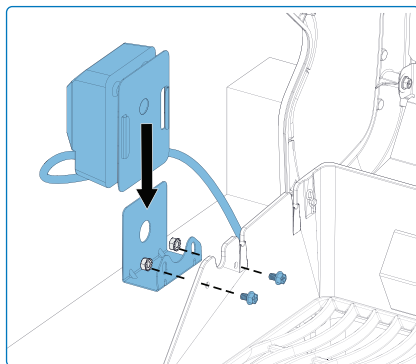

Рис. 3
1. Установите мотор вертела сбоку гриля с помощью монтажного кронштейна(ов). В некоторых моделях кронштейн уже может быть предварительно установлен (**Рис. 3**).
2. После того как кронштейн закреплен на гриле, наденьте мотор вертела на кронштейн (**Рис. 3**).